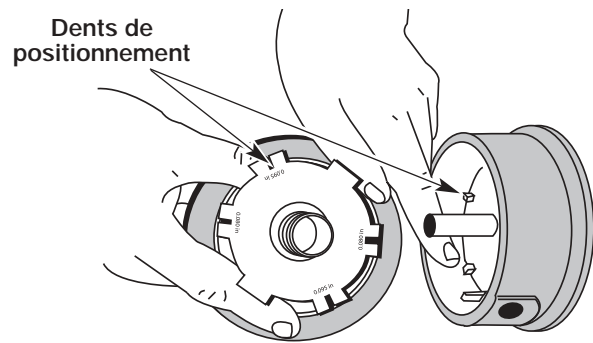

Figure 33
5. Vérifiez l'état d'usure des dents de positionnement sur le moulinet intérieur et la bobine extérieure (Fig. 33). Enlevez les ébarbures ou remplacez le moulinet et la bobine au besoin.